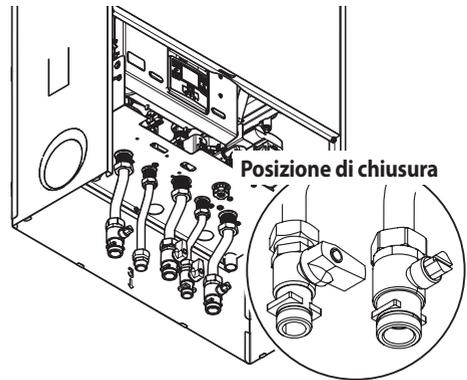

Figura 2.14
- Chiudete i rubinetti della caldaia (Figura 2.14).